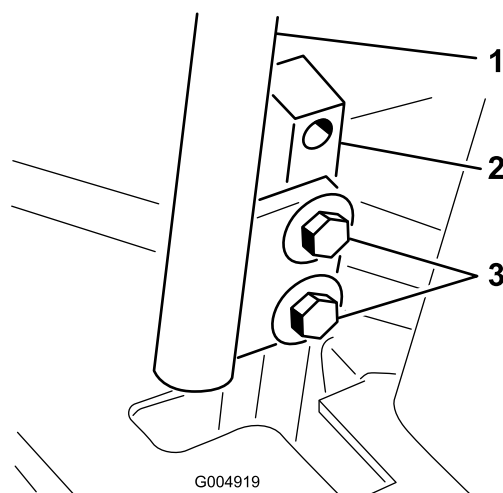

Figura 59
3. Solte os parafusos que prendem as alavancas de controlo (Figura 59).